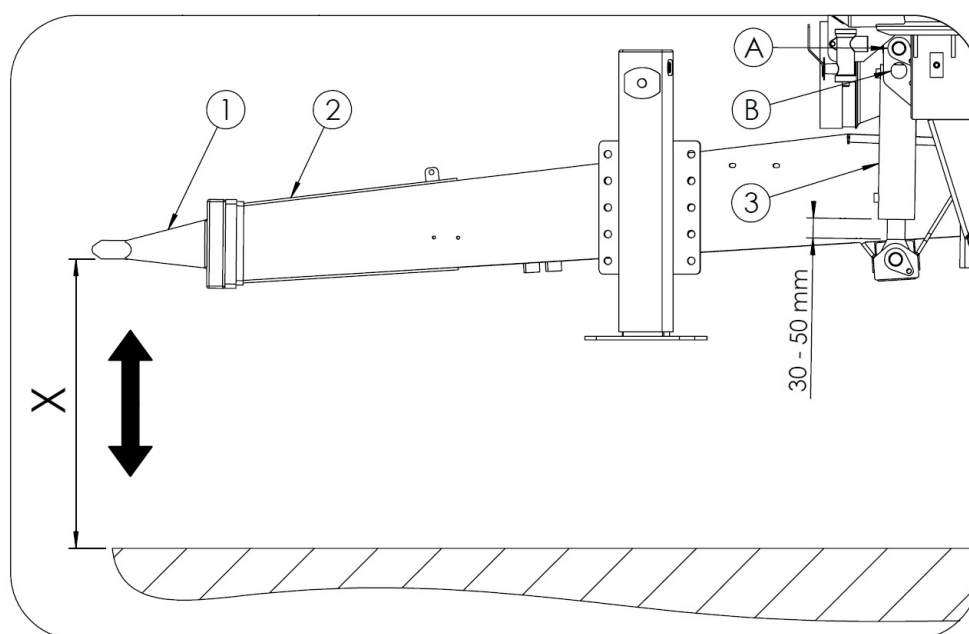

Рисунок 18. Положение дышла по отношению к земле
Предварительно собранный разбрасыватель разрешается подсоединять только к нижней сцепке трактора. Можно изменить высоту положения проушины дышла (1) относительно земли - рисунок 18. Для этого используются гидравлические цилиндры (3), которые также выполняют функцию амортизации дышла. Дополнительный диапазон регулировки может быть достигнут путем изменения положения привода с крепежного отверстия (А) на (В). Для установки проушины дышла на нужную высоту по отношению к земле и сцепки трактора гидравлические цилиндры (3) необходимо выдвинуть или всунуть с помощью внешней гидравлической системы трактора. Положение дышла на соответствующей высоте также связано с выравниванием разбрасывателя, что